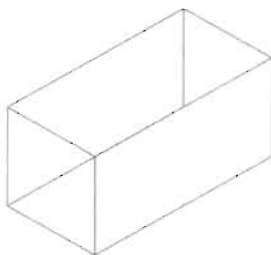

图 11-28
(3) 复制上一步绘制的直线，将其复制成一个长方体，完成后的效果如图 11-28 所示。